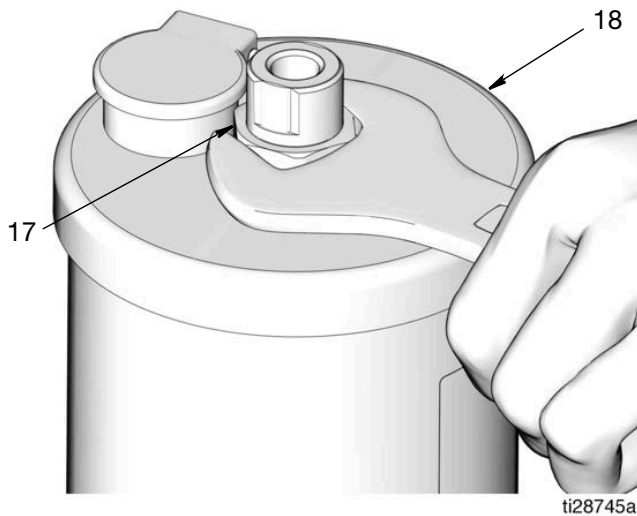

图 14
9. 液箱垫圈 (10)
使用扳手从液箱盖 (18) 上松开并拆下螺母 (17) (图 14)。